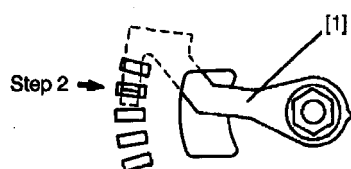

图 3-2 调节杆的位置
- (1) 根据第四章所述取下打印机的机械部份。
- (2) 拧松螺母[2]。
- (3) 利用小插杆插入 $\text{Ø}2.5\text{mm}$ 孔[7]中来转动字车轴[8]，用以调校打印头在左端与滚筒的间隙。把插杆拨向滚筒为收紧；反方为放宽。
- (4) 完成左边的调校后，固定小插杆的位置并转动字车轴套环[9]来调校右端的间隙。
- (5) 调校完后，将调节杆[1]设置如图 3-2 的位置，然后拧紧螺母[2]。
- (6) 装上色带导片。